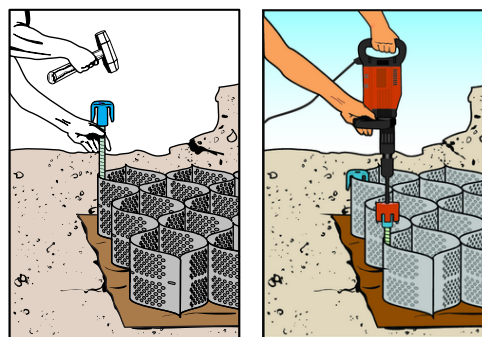

Figura 5 Métodos de Instalación de los Anclajes ATRA®
- a) Anclajes ATRA®, estacas rectas o en forma de J (permanentes o provisionales). Existen herramientas especiales para introducir dichos anclajes a fin de acelerar su colocación; estas herramientas pueden adquirirse a través de los distribuidores y representantes autorizados de Presto Geosystems. Ver Figura 5.